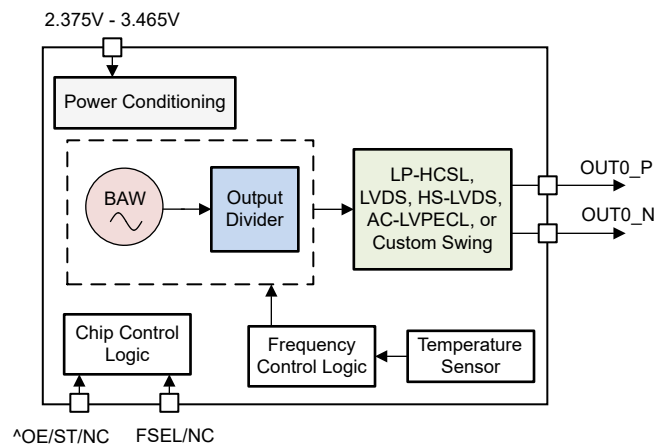

図 2-1. LMK6Bx の簡略ブロック図
LMK6Bx BAW 発振器は、固定周波数、工場出荷時にプログラムされた超低ジッタの発振器で、AC - LVPECL、LVDS、HS - LVDS、カスタム スイング (50MHz ~ 2500MHz)、LP - HCSSL (50MHz ~ 625MHz) の差動出力タイプ オプションを備えており、2.5V および 3.3V に対応しています。HS - LVDS およびカスタム スイングの各出力タイプは、スイングを 350mVppd から 50mVppd 刻みで設定可能で、3.3V 電源時は最大 2Vppd、2.5V 電源時はカスタム スイングで最大 1.5Vppd、LVDS で最大 1.6Vppd まで設定できます。LMK6Bx には 2 つの機能ピンがあります。ピン 1 は出力イネーブル (OE) またはスタンバイ (ST) 制御を備え、ピン 2 はオプションの出力周波数選択 (FSEL) 機能を提供し、OPN で指定された周波数を 1/2 または 1/4 に分周できます。図 2-1 に、LMK6Bx のブロック図を示します。